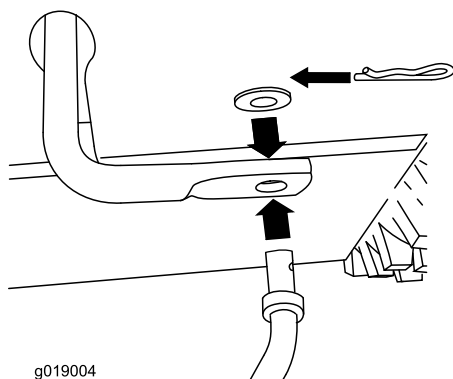

Figure 4
1. Insérez l'extrémité inférieure de la tige dans le bras de liaison inférieur de sorte que l'extrémité coudée de la tige de commande de vitesse soit tournée vers l'arrière (Figure 4).